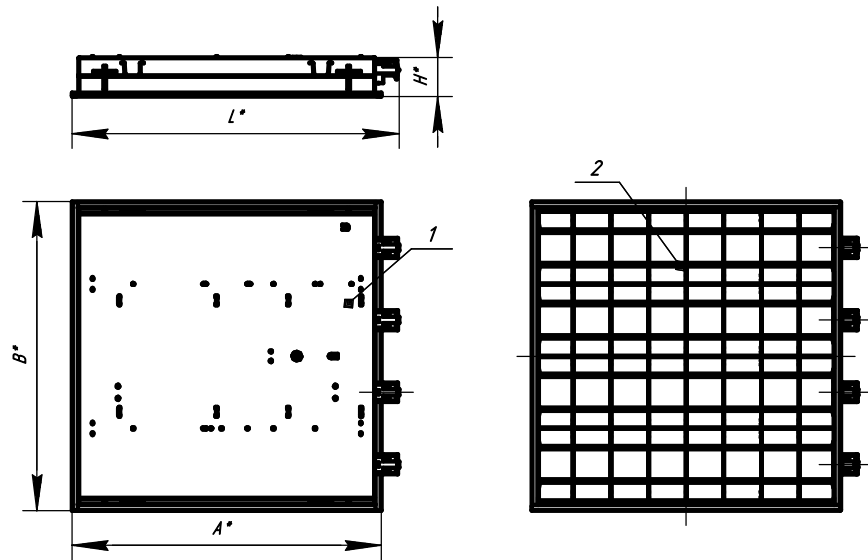

Рисунок 1: 1. Корпус в сборе,
4.1 Светильник состоит: из корпуса в сборе поз.1, в котором размещена электрическая схема; зеркальной решётки поз.2 рисунок 1.
6.2. Снимите решётку поз.2 рисунок 1 из пазов скоб, расположенных по углам корпуса поз.1 на 25-30 мм.
6.9. Установите решётку поз.2 рисунок 1 на корпус поз.1, предварительно вставив концы пружин в пазы скоб корпуса и подсоедините заземляющий провод решётки к корпусу в сборе.